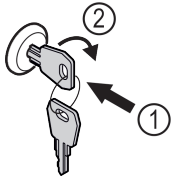

Fig. 165 Beispielhafte Darstellung
- Schlüssel hineindrücken Fig. 165 (1).
- Schlüssel um 90° im Uhrzeigersinn drehen Fig. 165 (2).